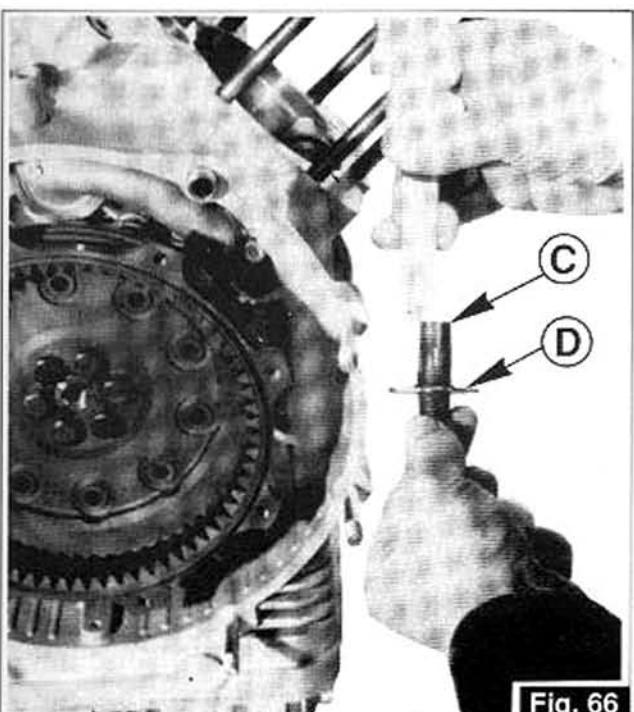

Fig. 66
- 2) relevez la cote entre l'extrémité «C» du capteur et la plaque de butée «D» de celui-ci (Fig. 66): La différence entre les deux cotes relevées est l'entrefer réel. Si besoin est, reprendre avec des cales la butée du capteur.
2. Die Quote zwischen dem Endstück «C» des Sensors und dessen Anschlagplättchens «D» (Abb. 66) abnehmen.